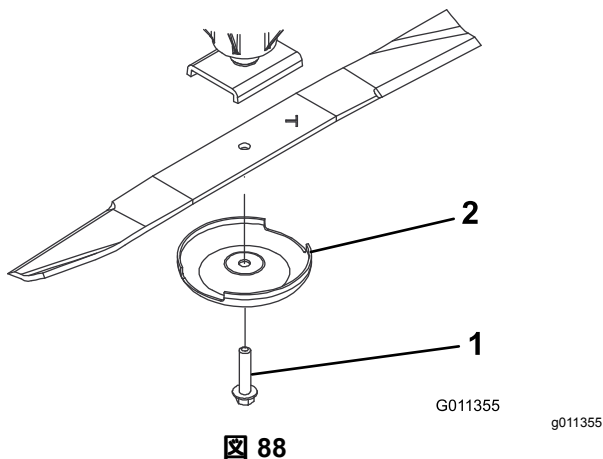

図 88
2. ぼろきれや厚いパッドの入った手袋を使ってブレードの端部をしっかり握る。スピンドルのシャフトからブレードボルト、芝削り防止カップ、ブレードを取り外す 図 88。
3. ブレードを取り付ける時は、セール立ち上がっている部分がCuttingデッキの天井を向くように取り付け、芝削り防止カップをつけてブレードボルトで固定する 図 88。各ブレードボルトを 115-149 N·m / 11.8-15.2 kg·m = 85-110 ft·lb にトルク締めする。